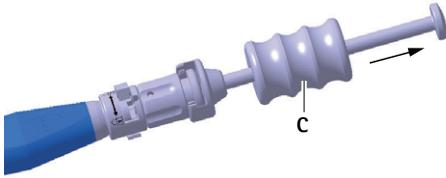

Fig. 6 Extraction de l'implant d'essai/implant avec le marteau impacteur
- ▶ Avec précautions, extraire l'implant d'essai **D** avec le marteau impacteur **C** hors du compartiment discal, voir Fig. 6.
- ▶ Avec précautions, extraire l'implant **a** avec le marteau impacteur **C** hors du compartiment discal, voir Fig. 6.